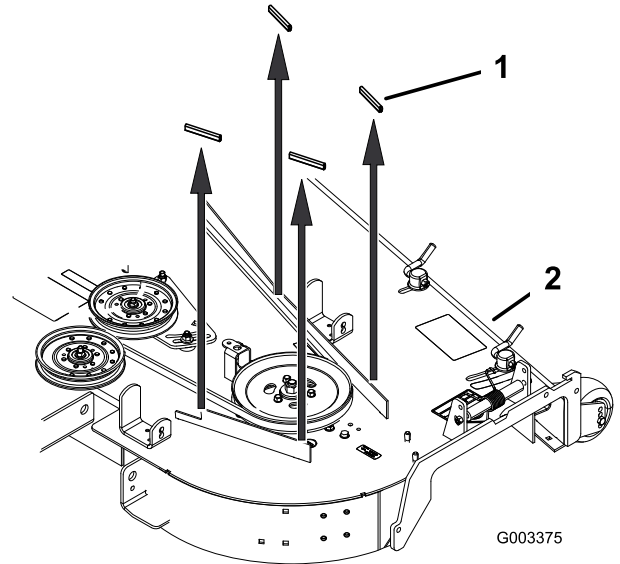

图 4
5. **仅适用于 182.9cm 剪草机刀盘**——从剪草机刀盘上卸下 4 个橡胶止动器图 4。